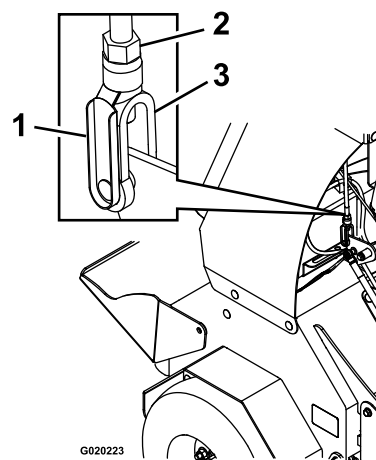

Figure 59
- B. Retirez l'axe élastique de la chape sur la timonerie de commande de déplacement (Figure 59).
- Si le levier de commande **touche la barre de référence**, tournez la chape (Figure 59) dans le sens horaire (vu du haut de la machine).
à 1,6 mm (1/16 po), tournez la chape (Figure 59) dans le sens antihoraire.
- D. Reposez l'axe de chape élastique (Figure 59) et avancer le levier de commande.
- F. Retirez l'axe de chape élastique, tournez le tendeur dans le sens horaire d'un tour supplémentaire, puis remettez l'axe de chape en place (Figure 59).